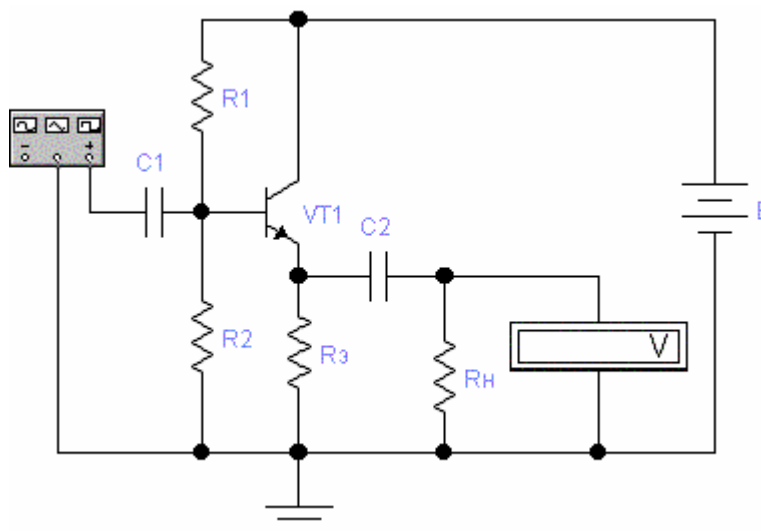

Рисунок 2
1.3 Для схемы усилительного каскада ОК (рисунок 2) и указанных параметров элементов предварительно рассчитать значение резистора R1 при условии $U_s = 0,5E$ и рабочий режим транзистора ($I_k, U_{кэ}, I_б$).
Для схемы ОК (рисунок 2) основные параметры рассчитываются через малосигнальную схему замещения каскада: